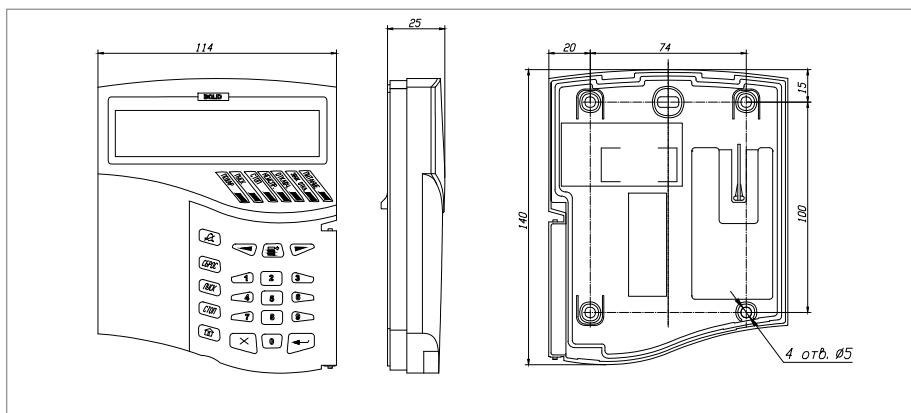

Рисунок 1. Внешний вид и габаритные размеры «C2000M»
- В соответствии с габаритным чертежом (см. рис. 1 – 3) наметьте на стене места для установочных отверстий: